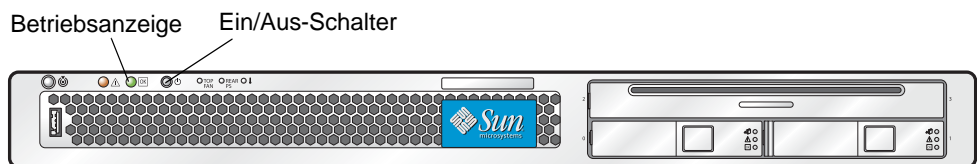

ABBILDUNG 3-1 Lage von Ein/Aus-Schalter und Betriebsanzeige
1. Wählen Sie eine Methode aus, um den Server von Hauptstromversorgung auf Standby-Stromversorgung herunterzufahren. Siehe ABBILDUNG 3-1.